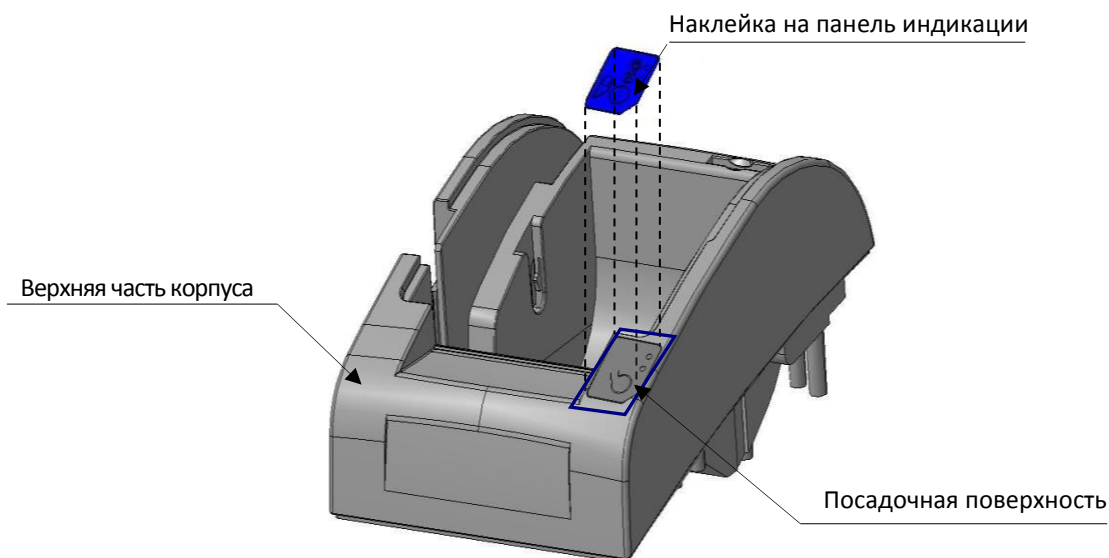

Рисунок 23. Посадочная поверхность верхней части корпуса изделия
- **Наклейка на панель индикации** устанавливается на верхнюю часть корпуса. Установка наклейки производится на посадочную поверхность верхней части корпуса изделия (см. рисунок 23), которую предварительно необходимо тщательно обработать спиртом и вытереть насухо мягкой тканью.